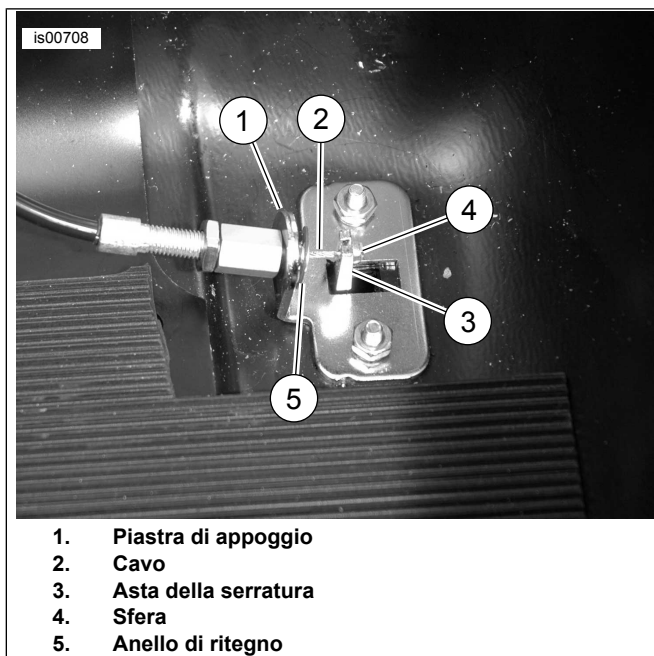

Figura 5. Installazione del cavo
2. Vedere Figura 5. Togliere l'anello di ritegno dall'estremità del cavo dalla parte del dado di regolazione.
3. Inserire l'estremità del cavo attraverso il foro nella piastra di appoggio della serratura (1), e inserire il cavo (2) nella scanalatura sull'asta della serratura (3) in modo che la sfera all'estremità del cavo (4) resti ferma al suo posto.
4. Installare l'anello di ritegno (5) nella scanalatura dell'attacco del cavo.